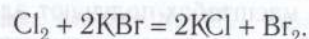

Рис. 70. Горение сурьмы в хлоре
В колбе, наполненной хлором, красиво вспыхивают и сгорают кристаллики измельченной сурьмы (рис. 70), образуя при этом смесь двух хлоридов сурьмы (III) и (V):